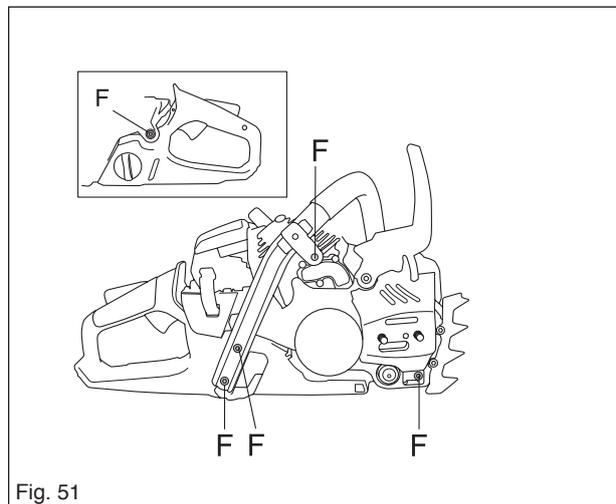

Fig. 51
4. Desserrer les vis F, voir figure 51.
5. Serrer les vis F, voir figure 51.